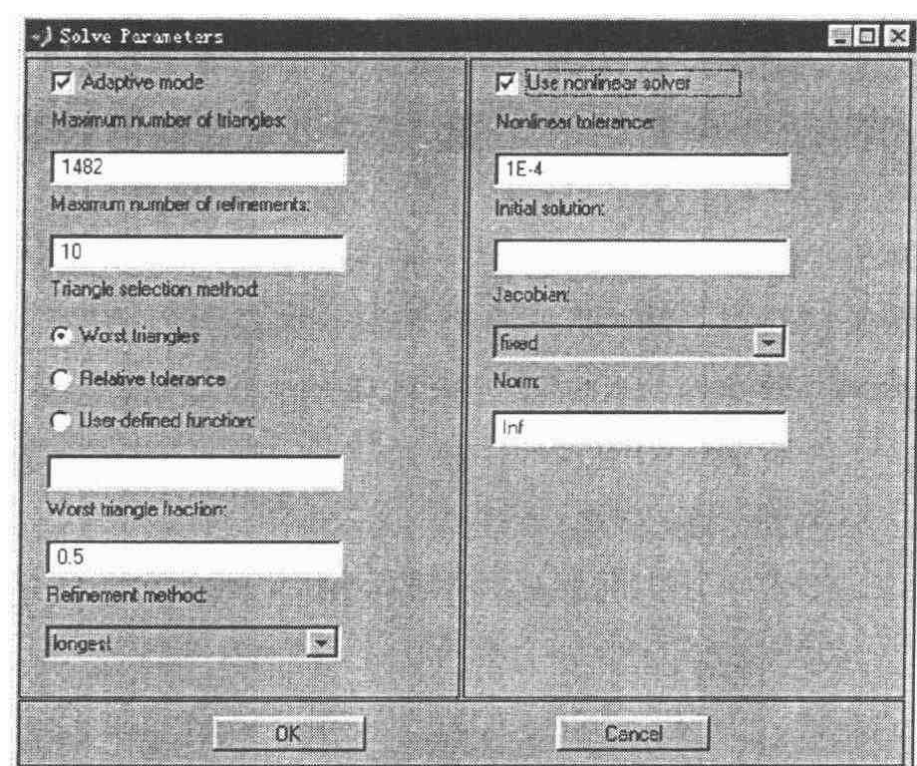

图 2-15
(1) 对于椭圆型偏微分方程，在缺省方式下，不需要专门定义解方程的参数。解椭圆方程采用基本方程求解器 assempde。在自适应网格生成和 adaptmesh 之间进行选择。对于自适应网格方式，下面的参数可用（如图 2-15）：